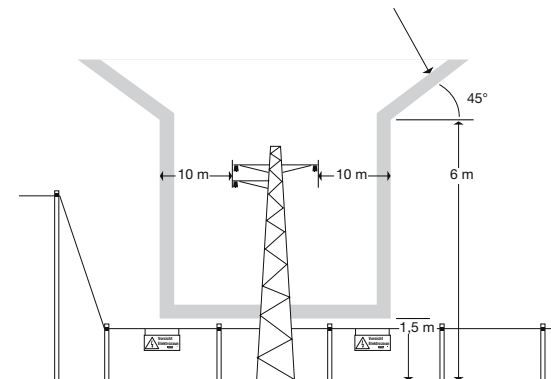

Bild 4. Sicherheitsraum für Hochspannungsfreileitungen (uber 1000 V)
- 2) Freileitungen uber 1000 V durfen mit der Zauuleitung und den Zauindrahten nicht uberquert werden. Werden Elektrozaunanlagen zu Freileitungen uber 1000 V parallel gefuhrt oder unterqueren sie diese, so darf innerhalb eines Schutzstreifens von 10 m beiderseits der aueren Leiter die Bauhohe der Elektrozaunanlagen 1,5 m nicht uberschreiten (s. Bild 4)